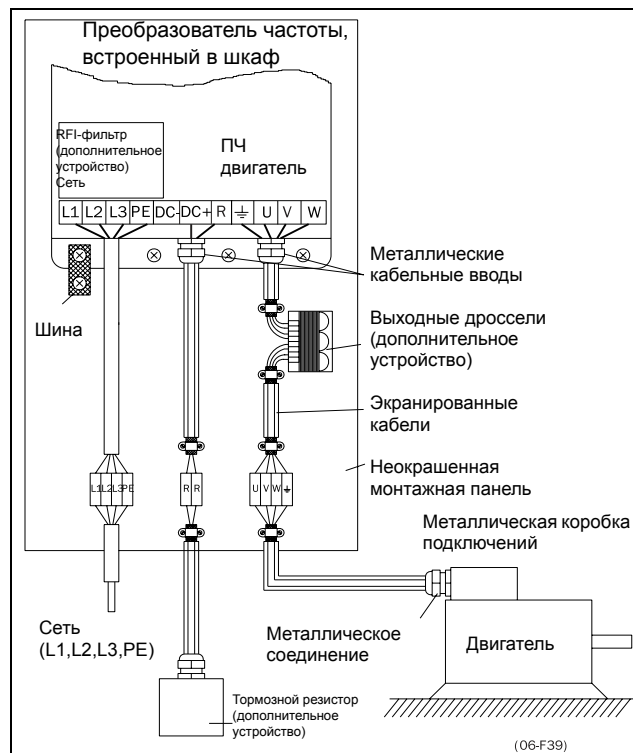

Рис. 21 Преобразователь частоты в шкафу на монтажной панели
Если кабели двигателя предполагается разрывать переключателями, выходными дросселями и т.п., необходимо обеспечить непрерывность экранирования путем использования металлических корпусов, монтажных пластин и т.п., как показано на Рис. 21.
- В случае монтажа преобразователя частоты в стандартном шкафу внутренняя проводка обязательно должна соответствовать стандарту EMC. На Рис. 21 показан пример встраивания преобразователя частоты в шкаф.